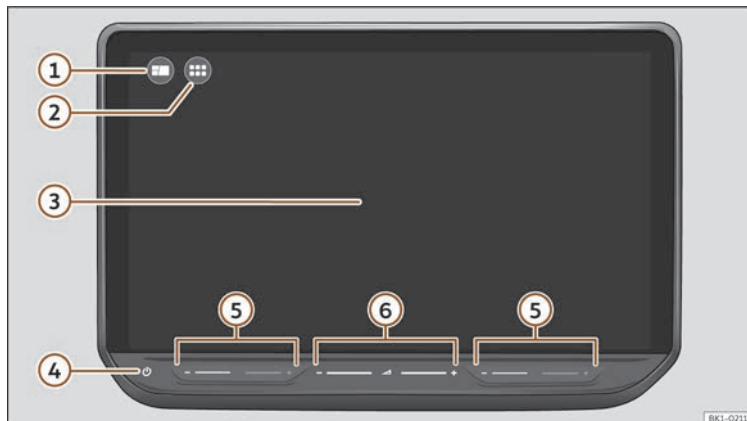

Abb. 175 Übersicht: Schalteinheit.
Gestalten Sie das übergeordnete Menü und die Ansicht HOME >>> (Abb. 175) ① individuell, um schnell auf die bevorzugten oder am häufigsten verwendeten Funktionen zuzugreifen.